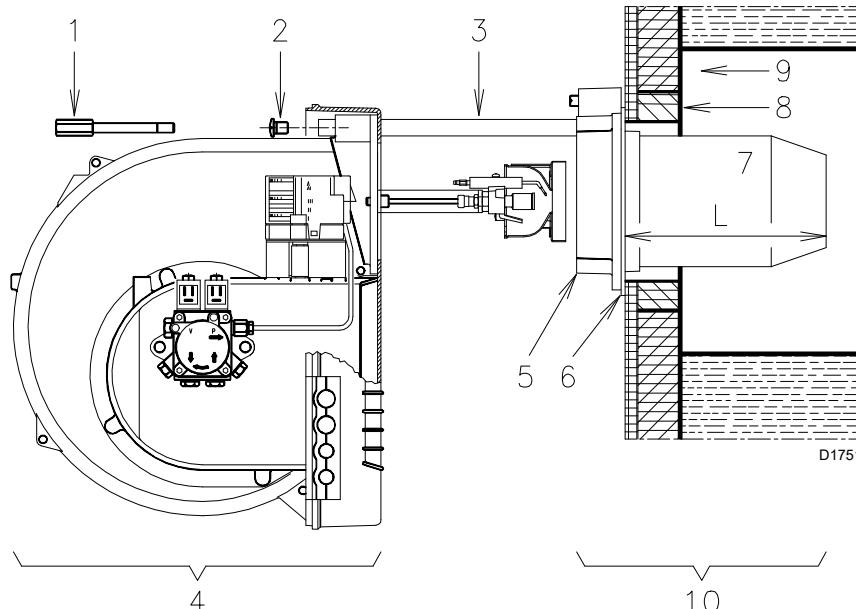

Abb. 11
- Sollte es nötig sein, die Düse bei bereits am Heizkessel angebrachtem Brenner auszutauschen, den Brenner nach Montage der Verlängerungen 16)(Abb. 6 Seite 10) wie in Abb. 11 Seite 13 gezeigt öffnen und wie oben beschrieben vorgehen.